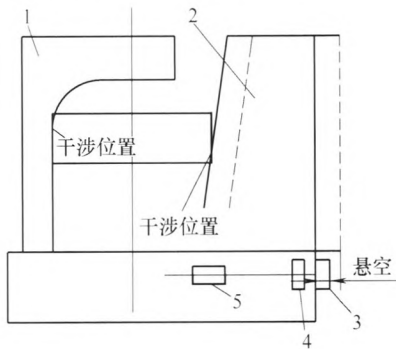

图 2
(1) 因机床设计最大加工范围为 1 250 mm，而齿轮直径为 1 366.71 mm。根据这种情况，笔者将机床罩壳拆下，并把机床砂轮滑枕开到设计极限位置，然后观察刀架传动丝杆螺纹长度，发现丝杆螺纹长度还有 20 mm，行程依然不足，需要增加行程必须另想办法。经过观察发现通过改变丝杆固定座的位置可以调整丝杆，从而使刀架可以继续向后移动，为此我重新设计固定座，将固定座的位置由机床内改为机床外用螺栓联接，使刀架的行程增加 100 mm，即加工直径增大 200 mm，可以很方便恢复机床原状态，如图 2 所示。